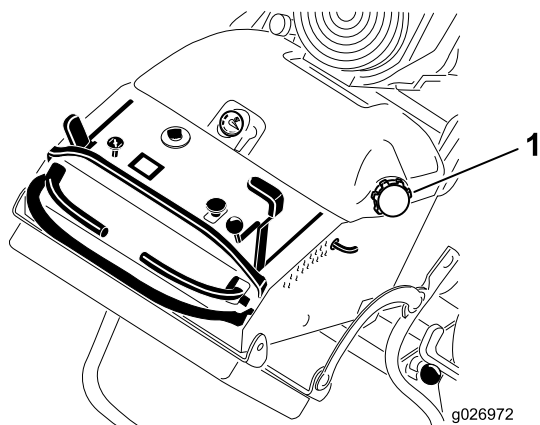

Figure 51
6. À l'aide du siphon, vidangez le carburant dans un bidon propre (Figure 51).